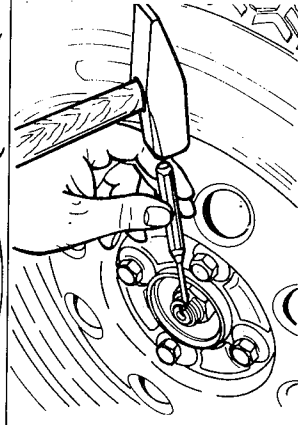

fig. 24
10. Apertar a porca do cubo ao torque especificado (figs. 24 e 34), e travá-la, com o auxílio de um punção
6. Instalar o cubo da roda nas estrias da semi-árvore até o limite atingido pela ferramenta 14-022 (fig. 24)
10. Com o freio acionado, apertar a porca de fixação do cubo, ao torque especificado. Travar a porca de fixação, por deformação, na ranhura do eixo, utilizando-se de um punção (figs. 24 e 34)